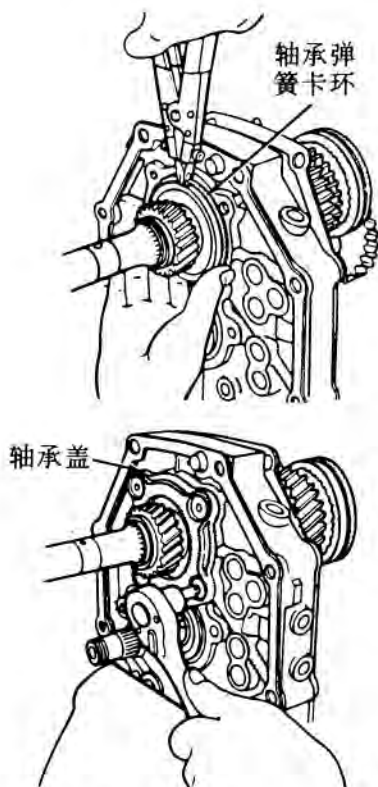

图 67 安装轴承盖和弹簧卡环
(22) 安装后轴承弹簧卡环和轴承盖(图 67)。拧紧轴承盖螺钉, 紧固扭矩为 18 牛·米(13 磅·英尺)。